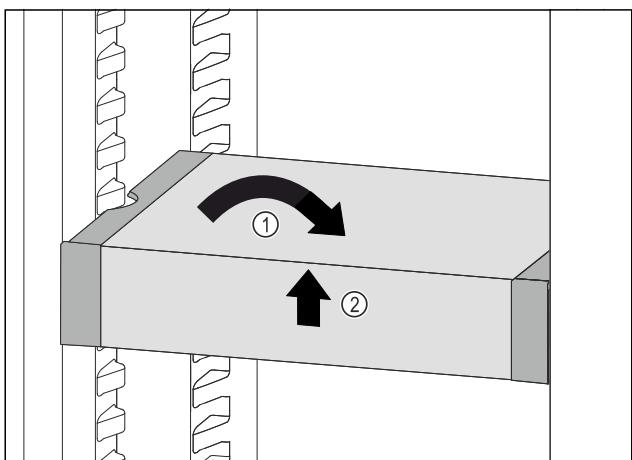

Fig. 57
- Установите VarioSafe прямо. Fig. 57 (1)
- Приподнимите VarioSafe спереди. Fig. 57 (2)